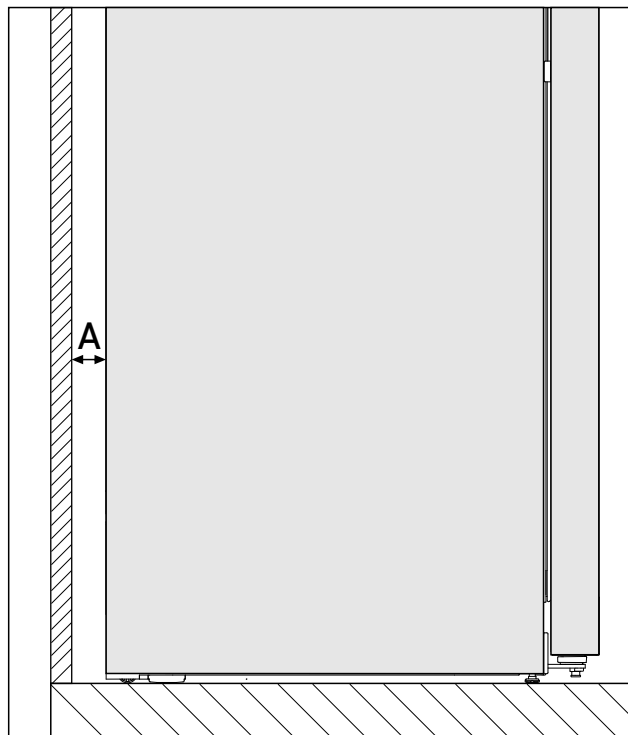

Fig. 2 \*
Der Energieverbrauch wurde mit einem Wandabstand Fig. 2 (A) zwischen Geräterückseite und Wand ermittelt. Wenn der Wandabstand weniger als Fig. 2 (A) beträgt, hat dies keinen Einfluss auf die Funktionsfähigkeit des Geräts, allerdings erhöht sich bei geringerem Wandabstand der Energieverbrauch geringfügig.